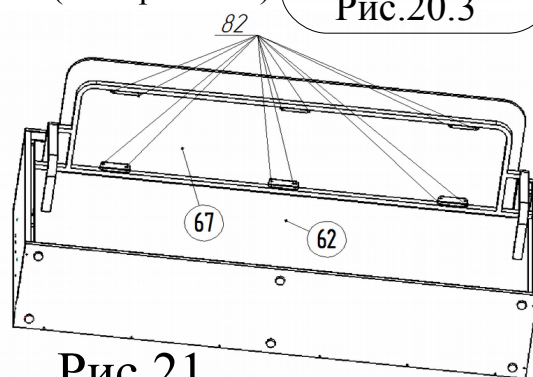

Рис.21
18. Привести изделие в положение «Стол». Разместить столешницу поз.67 на раме по центру. Оставить между столешницей и декоративным щитом зазор около 1см. В соответствии с рис. 21 закрепить столешницу поз.67 к раме столешницы поз.8, используя в саморезы Ø4x16 поз.80. Установить саморезы во все крепёжные точки рам. Затянуть саморезы до упора (рис.21).